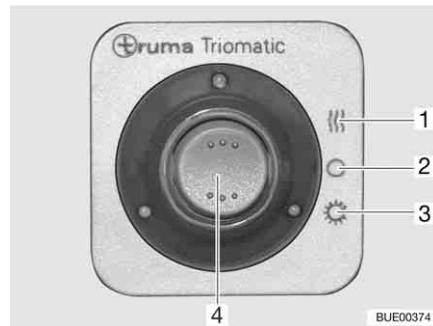

Fig. 63 Centralina di controllo
- Sulla centralina di controllo (Fig. 63) attivare l'impianto di commutazione Triomatic. Posizionare l'interruttore a bilico (Fig. 63,4) su funzionamento invernale "On e riscaldamento" (Fig. 63,1) oppure su funzionamento estivo "On" (Fig. 63,3).
- Portare l'interruttore a bilico (Fig. 63,4) in posizione "O" (Fig. 63,2).
Le spie di controllo sulla centralina di controllo (Fig. 63) segnalano all'interno del veicolo quale bombola del gas è in funzione.